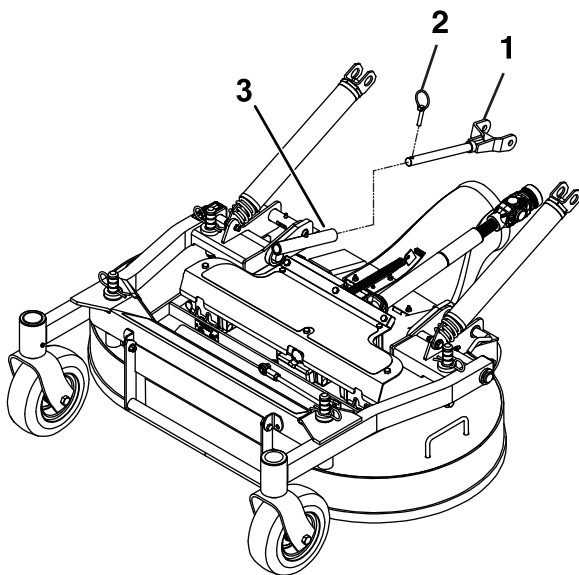

Figura 79
7. Retire os pinos de sujeição na frente dos braços de pressão de ambos os lados da máquina (Figura 79).
7. Fixe os braços com os pinos de sujeição à esquerda e direita da máquina (Figura 79).